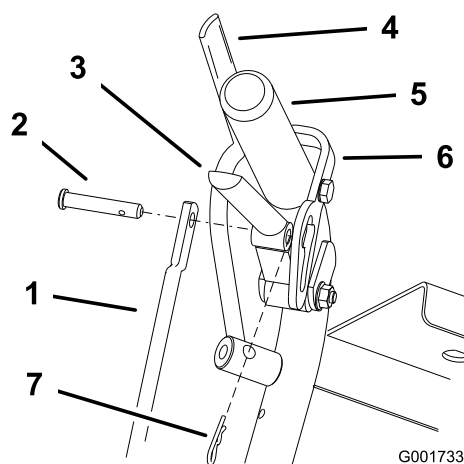
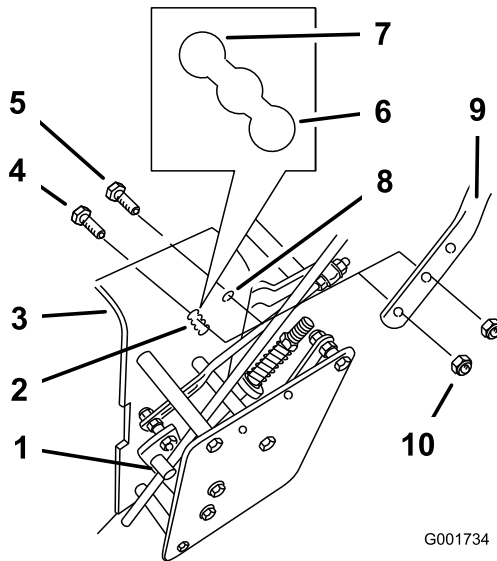

Figura 19
Figura 20
1. Retire los pasadores y los pasadores de seguridad de las palancas de avance y los cierres de bloqueo de punto muerto (Figura 19).
2. Afloje los pernos con arandela prensada superiores y la tuerca con arandela prensada (3/8 x 1-1/4 pulgada) que sujetan el manillar al bastidor trasero (Figura 20).
3. Retire los pernos con arandela prensada inferiores (3/8 x 1 pulgada) y las tuercas con arandela prensada que sujetan el manillar al bastidor trasero (Figura 20).
5. Ajuste la longitud de la varilla de control girando la varilla de control en el acoplamiento (Figura 19 y Figura 20).
6. Instale el pasador de horquilla entre las palancas de avance y los cierres de bloqueo de punto muerto e introdúzcalo en los pasadores de seguridad (Figura 19).